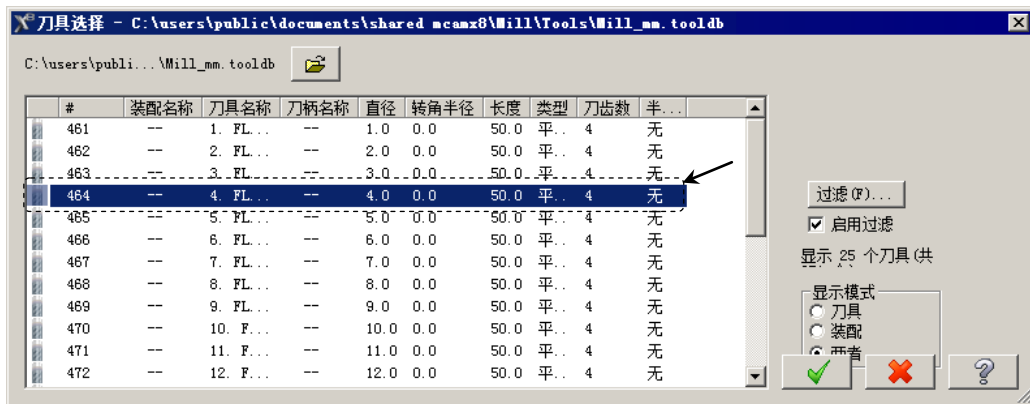

图 4.3.41 “刀具选择”对话框
Step2. 选择刀具。在“2D 刀路 - 挖槽”对话框中单击 **选择库刀具...** 按钮，系统弹出“刀具选择”对话框，在该对话框的列表框中选择图 4.3.41 所示的刀具。单击  按钮，关闭“刀具选择”对话框，系统返回至“2D 刀路 - 挖槽”对话框。